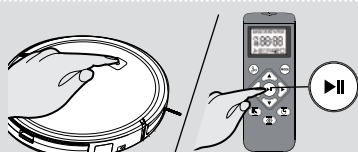

Fig. 10
2. Tryck på on/standby-knappen på enheten eller på start/paus-knappen på fjärrkontrollen för att starta städningsprocessen. [Fig. 10]